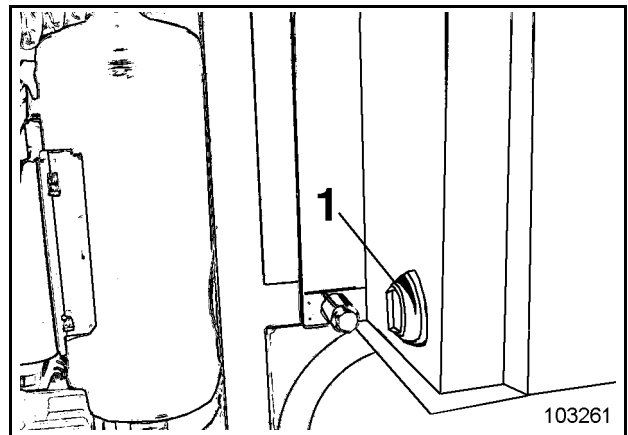

Fig. 2-73:
- Drehknopf (1, Fig. 2-73:) für die Heizungsregulierung auf min. drehen (Heizleistung = 0)
- Drehknopf (1, Fig. 2-73:) je nach gewünschter Luftleistung nach links drehen.